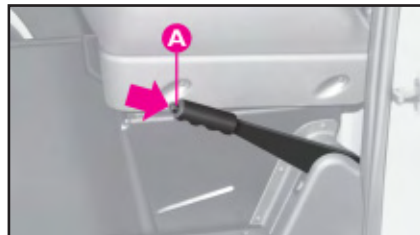

fig. 1
- 1) Trek de hendel iets omhoog en druk op de ontgrendelknop **A-fig. 1**;